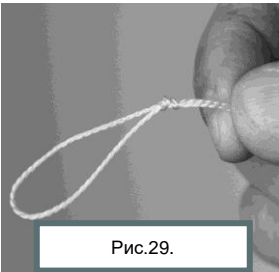

Рис.29.
5. На конце удлинительного шнура сделать петлю, продеть петлю в отверстие противовеса, а затем другой конец удлинительного шнура (см. рис. 29 – 31).